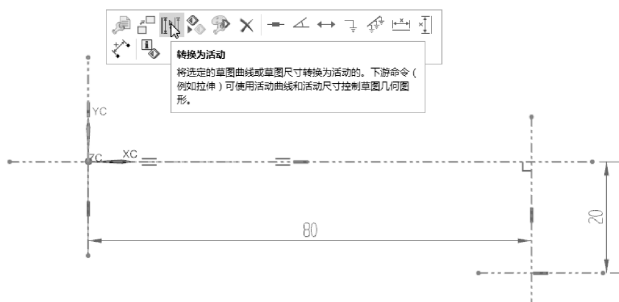

图 2-75 绘制基准中心线
- 02 绘制图形基准中心线。本例以坐标系原点作为 $\varnothing 32$  圆的圆心。利用【直线】命令绘制基准中心线（先是直线，再转换为参考线），如图 2-75 所示。